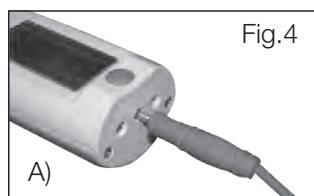

Fig.4
6.5. Conexión/desconexión del electrodo pasivo y del cable (fig.4)